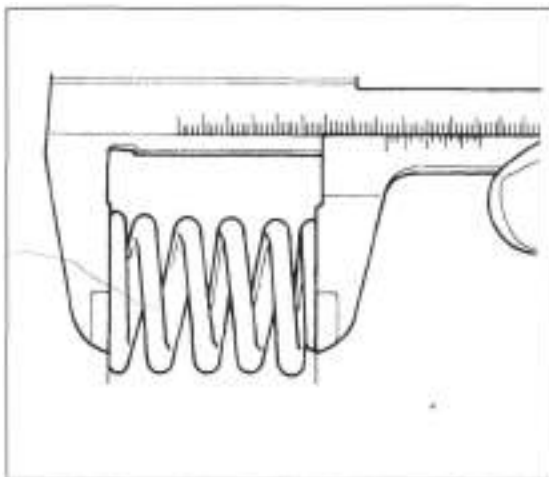

Bild 111
- Ungespannte Länge der Kupplungsfeder messen (Bild 111). Verschleißgrenze 36,5 mm.